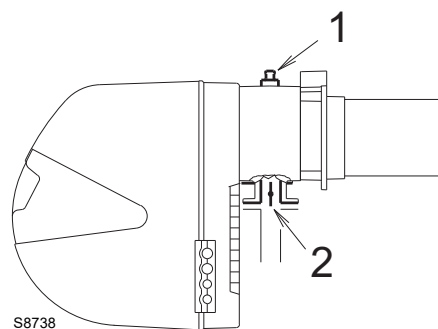

Fig. 24
Pression gaz mesurée à la prise 1)(Fig. 24), avec:
Perte de charge du papillon à gaz 2)(Fig. 24) avec ouverture maximale: 90°.
- soustraire de la pression du gaz à la prise 1)(Fig. 24) la pression chambre de combustion.
Pression du gaz à la prise 1)(Fig. 24) = 9,4 mbar
Par contre, pour connaître la pression du gaz nécessaire à la prise 1)(Fig. 24), après avoir fixé la puissance maximale de fonctionnement du brûleur:
- Lire la pression à la prise 1)(Fig. 24) sur la droite, colonne 1.
pression nécessaire à la prise 1)(Fig. 24).